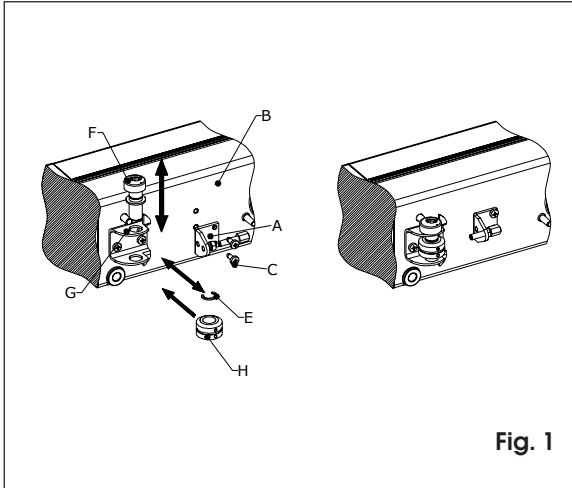

Fig. 1
- 2) Fissare la squadretta **A** al motoriduttore **B** tramite le viti **C**, come in Fig. 1.
- 3) Togliere il seeger **E** ed estrarre il perno **F**. Reinserire in perno **F** nel foro **G** del motoriduttore e calzare il disco **H**, come in Fig. 1.
- 2) Mount bracket **A** on gear motor **B** using screws **C** as shown in Fig. 1.
- 3) Take off circlip **E** and remove pin **F**. Fit pin **F** back in the gear motor hole **G** and mount disc **H** on the pin as shown in Fig. 1.
- 2) Fixer la patte-équerre **A** au motoréducteur **B** au moyen des vis **C**, comme indiqué en Fig. 1.
- 3) Déposer le circlip **E** et dégager le pivot **F**. Remettre en place le pivot **F** dans le trou **G** du motoréducteur et monter le disque **H**, comme indiqué en Fig. 1.
- 2) Fijar la escuadra A al motorreductor B mediante los tornillos C (Fig. 1).
- 3) Quitar el anillo de retención E y el perno F. Volver a colocar el perno F en el orificio G del motorreductor y calzar el disco H (Fig. 1).
- 2) Winkel A gemäß Abb. 1 mit den Schrauben B am Antrieb C festdrehen.
- 3) Seeger-Ring E abnehmen und Zapfen F herausziehen. Zapfen F in Antriebsbohrung G einsetzen und Scheibe H gemäß Abb. 1 aufstreifen.